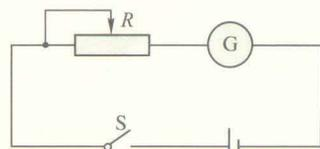

图 1-4-1
1. 如图 1-4-1 所示，把电源、滑动变阻器、开关和一个零点在刻度盘中央的电流计串联成实验电路。实验中改变电源正、负极与电流计接线柱的连接，由此识别**电流计的指针偏转方向与输入电流方向之间的关系**。